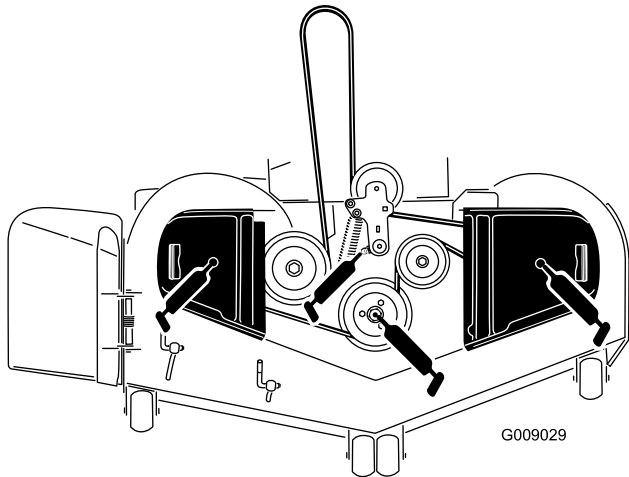

Figure 41
3. Graissez le pivot de la poulie de tension du tablier de coupe jusqu'à ce que la graisse ressorte par le bas (Figure 41).
4. Lubrifiez les roulements des trois axes jusqu'à ce que la graisse sorte par les joints inférieurs (Figure 41).
5. Graissez le bras de la poulie de tension de la courroie d'entraînement (Figure 41).